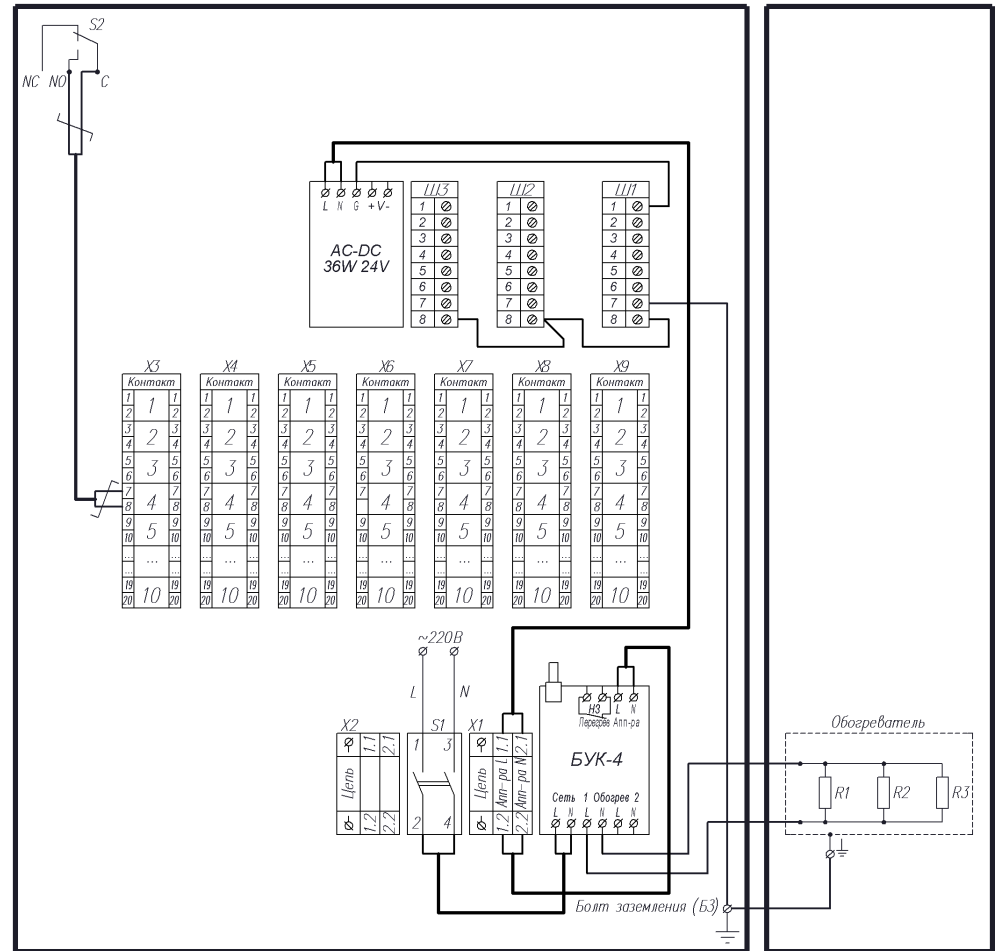

Рис.2 Схема электрическая принципиальная.
Подключение цепей термощкафа производится в соответствии со схемой электрической принципиальной (рис.2). Для подключения необходимо:
2. Подключить кабель питания видеокамеры к AC/DC преобразователю, соблюдая полярность (рис.2).